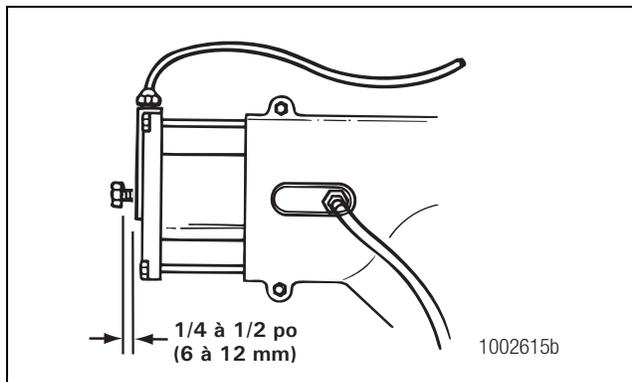

Figure 11.8
- D. Tourner le boulon d'engagement manuel vers la droite jusqu'à ce que la tête du boulon soit à environ 1/4 à 1/2 po (6 à 13 mm) du cylindre. Le boulon est maintenant en position de service et le DCDL est complètement verrouillé ou engagé. Figure 11.8. Une faible résistance est ressentie en vissant le boulon. Cette résistance est normale. Lorsqu'une forte résistance est ressentie avant que la tête du boulon s'approche à environ 1/4 à 1/2 po (6 à 13 mm) du cylindre, CESSER DE TOURNER LE BOULON et passer aux étapes E et F.